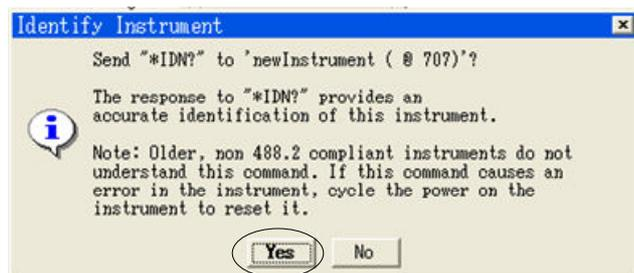

図5-4 Identify Instrument
(8) ”Find Instruments”ボタンを押して測定器を認識させる。このとき、図5-4のように”\*IDN?”信号を出して機器を識別するか問われるので”Yes”をクリックする。この作業は測定器の数だけ必要になる。